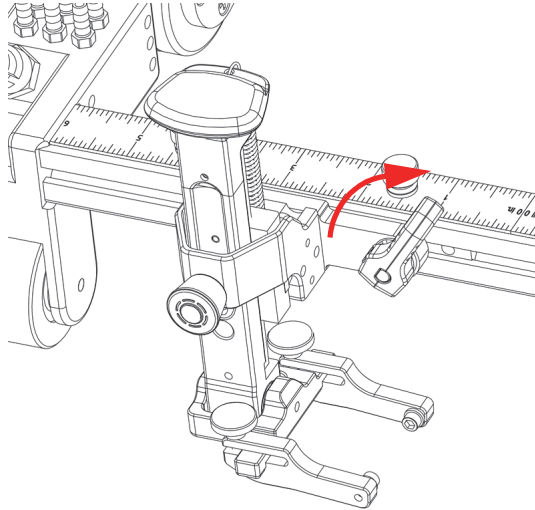

Figura 2-13 Suporte da sonda preso no lugar
4. Gire a alavanca de posição no sentido horário para travar o suporte da sonda no lugar (Figura 2-13 na página 45).